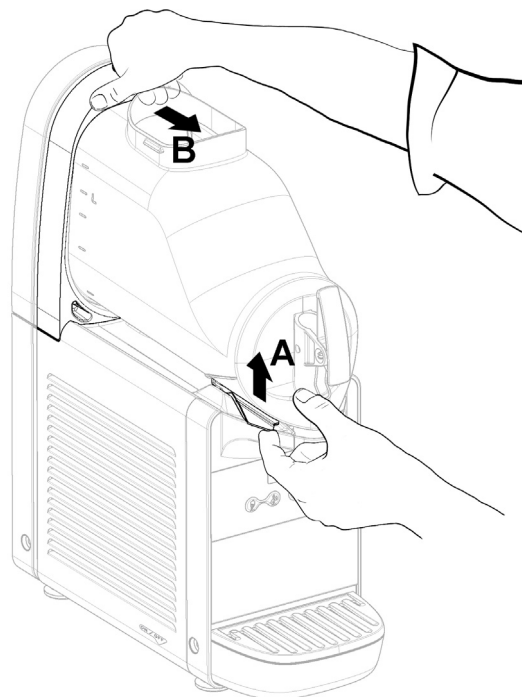
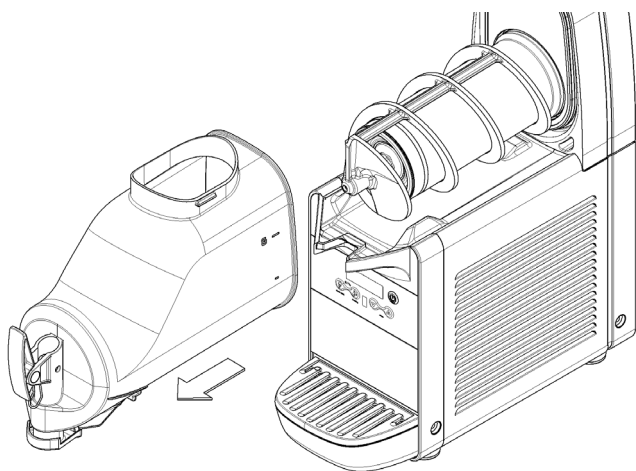

figura 7
figura 8
- 2** Per smontare il contenitore è necessario spingere verso l'alto l'apposita leva (vedere figura 7) e quindi sfilare il contenitore stesso (vedere figura 8).
- 3 Rimontare il rubinetto sul contenitore con sequenza inversa rispetto a quella di figura 8.